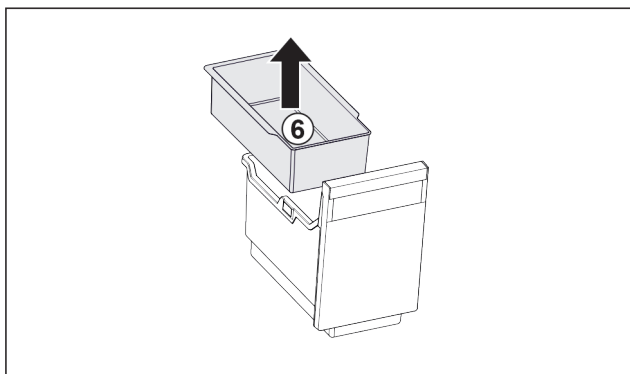

Fig. 81
- ▶ Inhangschaal Fig. 81 (6) verwijderen.